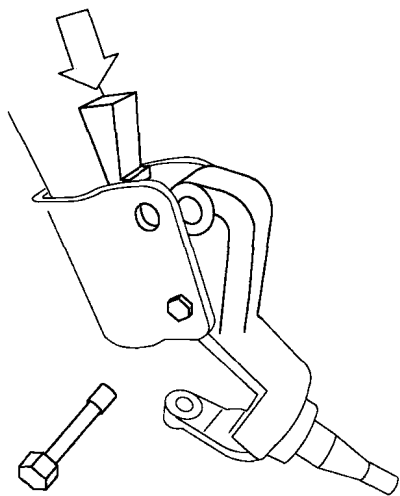

图 1-2 通过可调式滑柱/转向节
1) 调整指导。调整车轮外倾角时，拆下滑柱与转向节上部连接螺栓并松开下螺栓。在转向节与滑柱体之间插入楔形件。用专用细颈螺栓更换上部螺栓。向下敲击楔形件车轮外倾角将变大。见图 1-2。